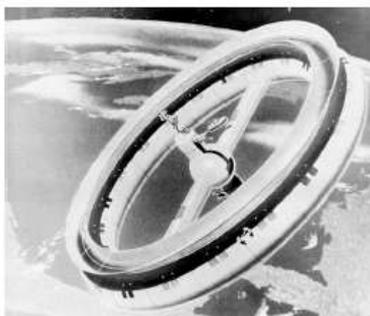

Figure 7 : astronautes en impesanteur
**Q16.** Dans le référentiel de la capsule (C), lister les forces qui s'exercent sur M.
**Q17.** Définir le terme "impesanteur" (figure 7) et justifier qu'il s'applique au point M.